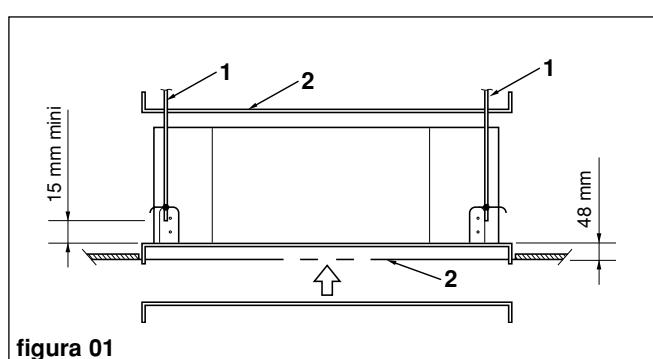

figura 01
- Utilizar la plantilla de taladrado suministrada (2) para determinar la posición de las varillas de suspensión (1) y el agujero a realizar en el falso techo (figura 01). Para las varillas de suspensión, utilizar varilla roscada de 8 o 10 mm.
- La longitud de las varillas de suspensión debe permitir disponer de una distancia superior a 15 mm entre la parte baja de la varilla de suspensión y la parte baja del aparato (figura 01).